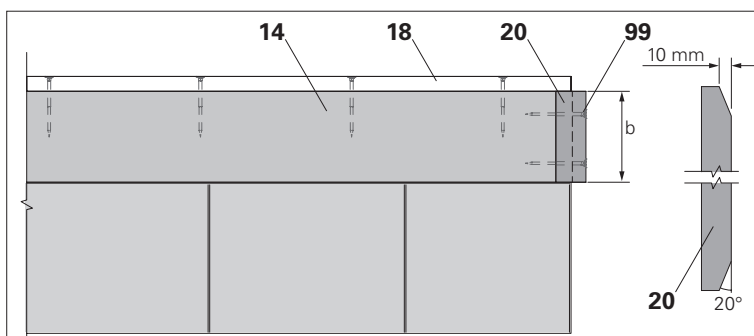

Fig. C3.08
2. Fissare i bordi di protezione (**20**) al lato anteriore della trave di protezione (**14**) con le viti 6x60 (**99**). Utilizzare 2 viti per la trave di protezione. (Fig. C3.08 - C3.08c)